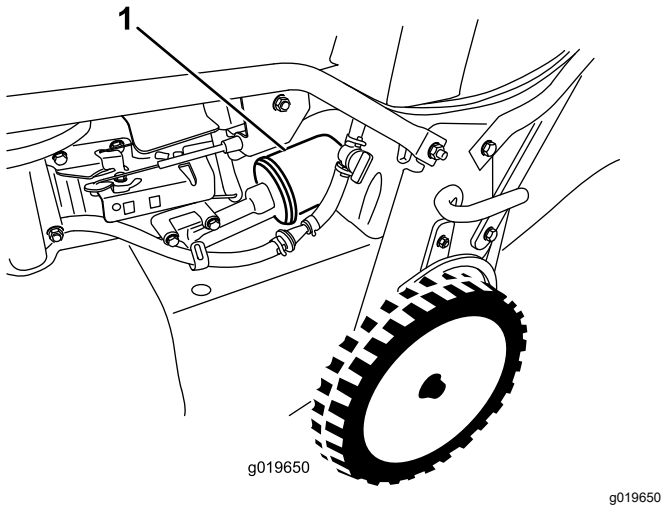

Figure 30
6. Déposez le filtre à huile (Figure 30).